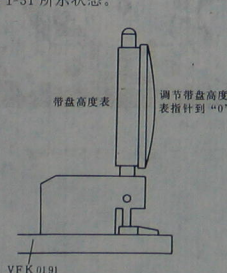

图 1-30 安放柱杆调节板和带盘高度表
7) 参照图 1-30, 先安放好柱杆调节板。然后, 将带盘高度表放置于该板上。在测量探靴触及柱杆调节板时, 调节带盘高度表指针到“0”。